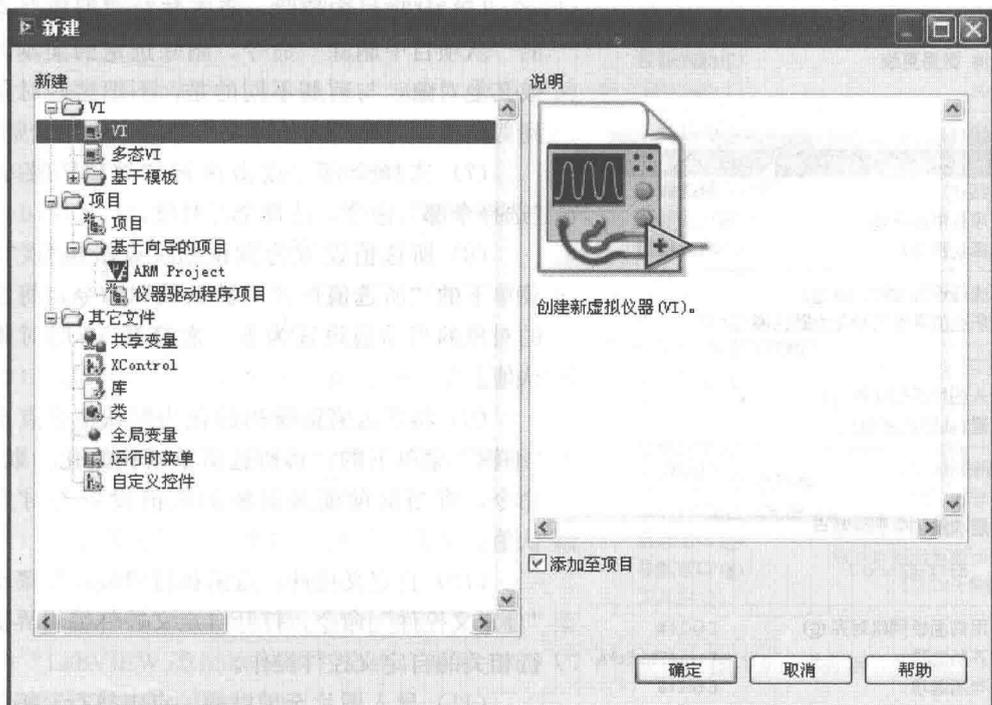

图 1-7 “新建”对话框
(1) 新建 VI。用于新建一个空白的 VI 程序。点击执行“文件”菜单下的“新建 VI”命令，可以新建一个空白的 VI 程序。
(2) 新建。点击执行“文件”菜单下的“新建”命令，打开如图 1-7 所示的“新建”对话框，根据选板选项，新建 VI 或创建其他类型的文件。
(3) 打开。点击执行“文件”菜单下的“打开”命令，弹出打开文件对话框，选择所需打开的 LabVIEW 文件，选择一类 LabVIEW 文件，再点击“打开”按钮，打开相应的 LabVIEW 文件。
(4) 关闭。点击执行“文件”菜单下的“关闭”命令，关闭当前的 VI 文件。
(5) 关闭全部。点击执行“文件”菜单下的“关闭全部”命令，关闭已打开的所有 VI 文件。
(6) 保存。点击执行“文件”菜单下的“保存”命令，保存当前编辑的 VI 文件。
(7) 另存为。点击执行“文件”菜单下的“另存为”命令，另存为其他的 VI 文件。
(8) 新建项目。点击执行“文件”菜单下的“新建项目”命令，新建一个工程项目文件。
(9) 打开项目。点击执行“文件”菜单下的“打开项目”命令，打开一个工程项目文件。
(10) 保存项目。点击执行“文件”菜单下的“保存项目”命令，保存当前的项目文件。
(11) 关闭项目。点击执行“文件”菜单下的“关闭项目”命令，关闭当前的项目文件。
(12) 页面设置。点击执行“文件”菜单下的“页面设